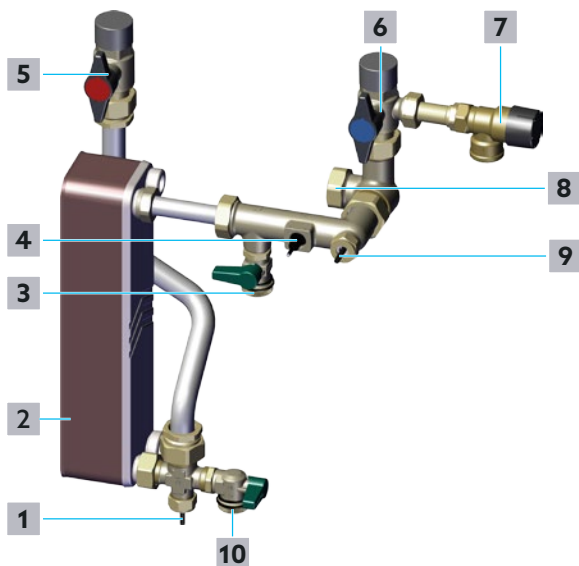

Fig. 34: Circuit E.C.S.
- 2** Fermer lentement le robinet d'arrêt à tournant sphérique - Eau chaude sanitaire (position **5** sur la Fig. 34 en page 37 et position **10** sur la Fig. 2 en page 11).
- 3** Fermer lentement le robinet d'arrêt à tournant sphérique - Eau potable froide (position **6** sur la Fig. 34 en page 37 et position **11** sur la Fig. 2 en page 11).
- 4** Dévisser le capuchon du robinet de vidange et de remplissage à tournant sphérique - Eau chaude sanitaire (position **10** sur la Fig. 34 en page 37 et position **16** sur la Fig. 2 en page 11).
- 5** Raccorder le tuyau de vidange pour l'eau potable au robinet de vidange et de remplissage à tournant sphérique - Eau chaude sanitaire (position **10** sur Fig. 34 en page 37 et position **16** sur la Fig. 2 en page 11).
- 6** Ouvrir le robinet de vidange et de remplissage à tournant sphérique - Eau chaude sanitaire (position **10** sur la Fig. 34 en page 37 et position **16** sur la Fig. 2 en page 11).
- 17** Fermer le robinet de vidange et de remplissage à tournant sphérique - Eau chaude sanitaire (position **10** sur la Fig. 34 en page 37 et position **16** sur la Fig. 2 en page 11).